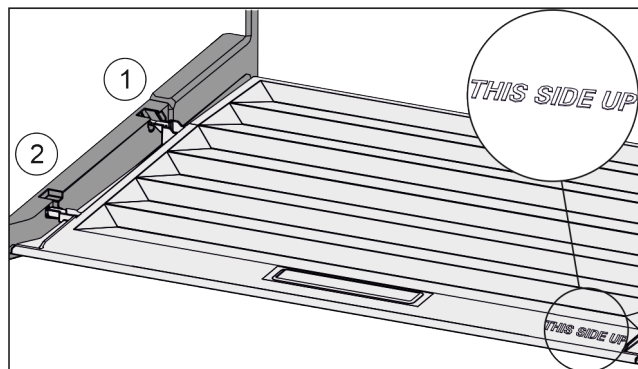

Fig. 22
- ▶ Ramiona pokrywy wprowadzić ponad otworem tylnego uchwyty Fig. 22 (1) i zazębnić z przodu w uchwycie Fig. 22 (2).